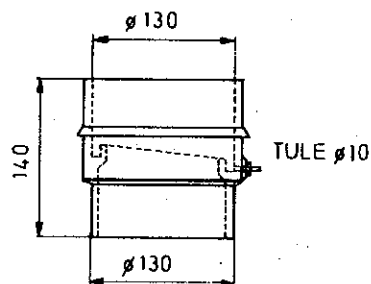

Fig. 2. : kondensaatafvoer
5. Om eventueel in het rookgasafvoersysteem gevormd condensaat op te vangen, moet een speciale "BRINK" condensaatafvoer in de rookgasafvoer worden ingebouwd (zie fig. 2.). Het condensaat kan zonder bezwaar via het riool worden afgevoerd.